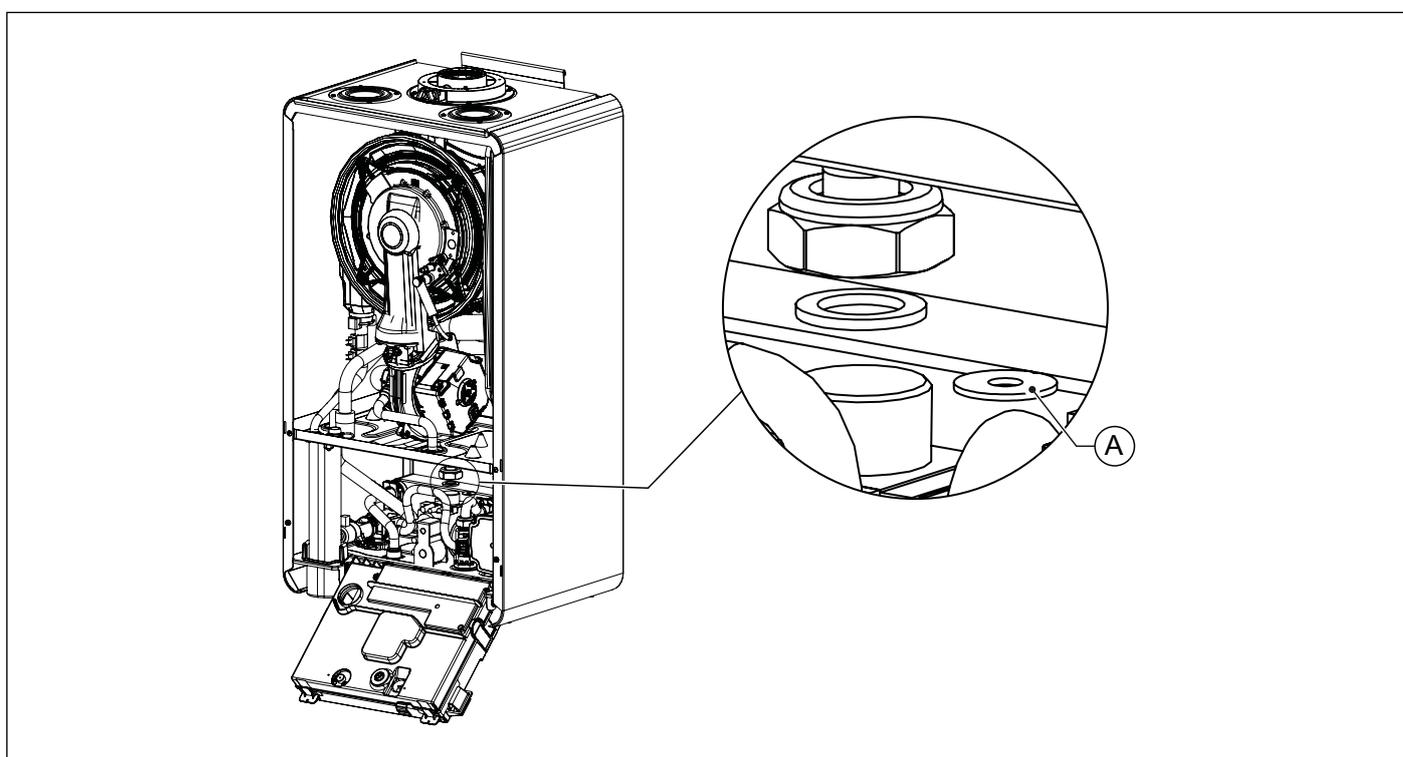

Fig. 34 Sostituzione diaframma gas
- Scollegare il tubo gas dalla valvola gas (vedi Fig. 34 Sostituzione diaframma gas).
- Sostituire il diaframma gas (A) con quello del nuovo tipo di gas (vedi Fig. 34 Sostituzione diaframma gas e Tab. 32 Diametro dei diaframmi gas (mm)).